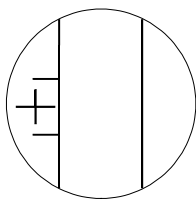

图 9
5.3.2 在未测量压痕直径前, 先旋转眼罩, 使测微目镜内的两条刻线清晰 (图 9)。